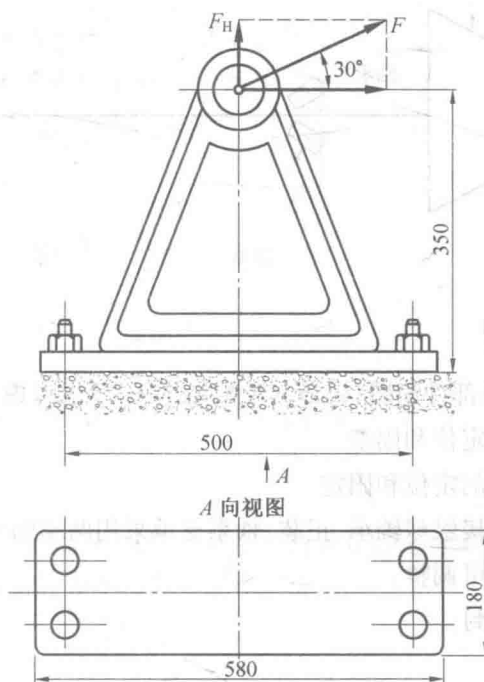

图 5
1. (20分) 图5为一铸铁支架固定在水泥地基上, 受静载荷 $F=5\,000\text{ N}$, 水泥地基的许用挤压应力如 $[\sigma]_p=1\sim 1.2\text{ MPa}$, 支架与地基间的摩擦系数 $\mu_s=0.4$, 设螺栓材料为35钢, 许用应力 $[\sigma]=81\text{ MPa}$, 因是刚性连接, 可取相对刚度系数 $\frac{C_b}{C_b+C_m}=0.3$, 可靠性系数取